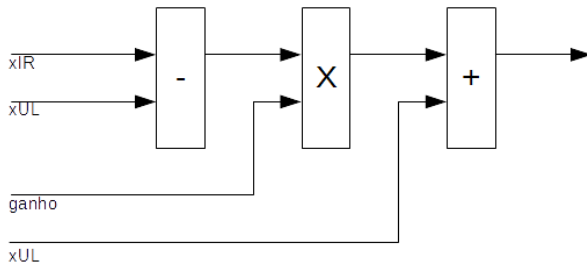

Figura 4. Diagrama com a arquitetura do cálculo da fusão sensorial.
3) *Arquitetura: Calculo da Fusão Sensorial:* A Figura 4 demonstra a arquitetura do componente responsável por calcular a fusão sensorial dos dados provenientes de ambos os sensores.